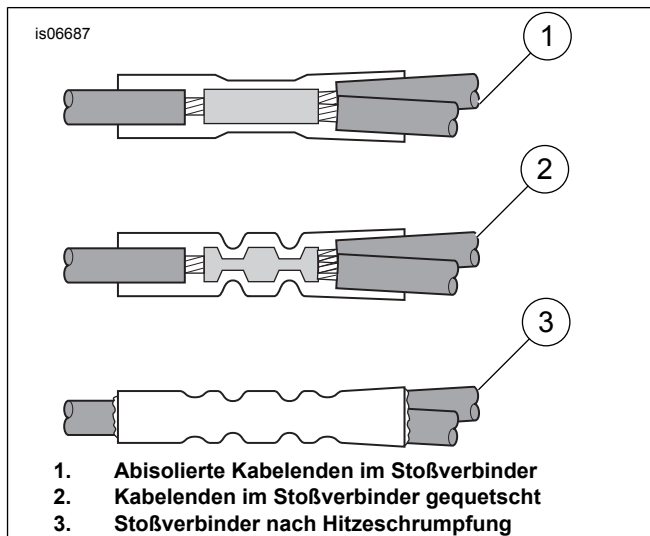

Abbildung 6. Anbringen versiegelter Stoßverbinder
20. Siehe Abbildung 6 und den Steckverbinder-Anhang des Werkstatthandbuchs. Den Schrumpfschlauch über das schwarze Kabel des Kabelbaumsatzes schieben und den Steckverbinder mit der Quetschverbinderzange, Teile-Nr. H-D 38125-8 am Kabel anquetschen.
21. Beide Leuchtenkabel (4) zum Steckverbinder verlegen. Die Kabelenden so abtrennen, dass etwa 25 mm (1 in) Kabel über das Ende des Stoßverbinders hinausreicht. Den Kabelkanal (5) ca. 38 mm (1-1/2 in) vom Kabelende abtrennen.
23. Die Enden der beiden Leuchtenkabel (4) in den Steckverbinder (3) einsetzen und die Kabel mit der Quetschverbinderzange am Steckverbinder anquetschen.